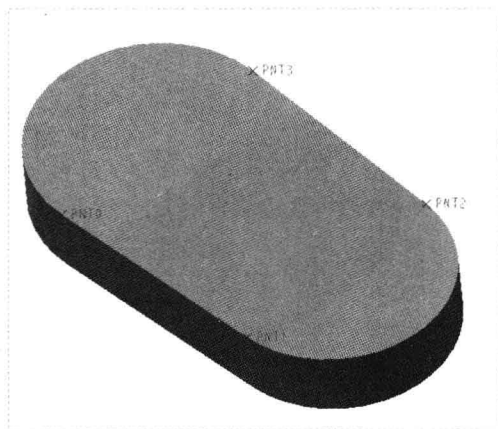

图 4-7 创建多个基准点
Step 04 单击“确定”按钮，此时系统自动命名为 PNT0、PNT1、PNT2 和 PNT3，在绘图区的空白位置单击鼠标左键，即可完成多个基准点的创建，如图 4-7 所示。